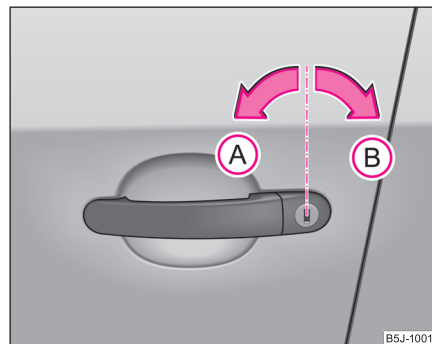

Abb. 22 Schlüsseldrehungen zum Auf- und Zuschließen
- Drehen Sie den Schlüssel im Schloss der Fahrertür nach links in die Öffnungsstellung (A) ⇒ Abb. 22.
- Drehen Sie den Schlüssel im Schloss der Fahrertür nach rechts in Schließstellung **B** ⇒ Seite 44, Abb. 22.